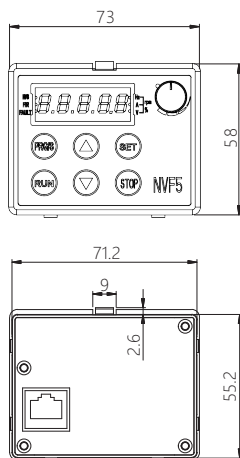
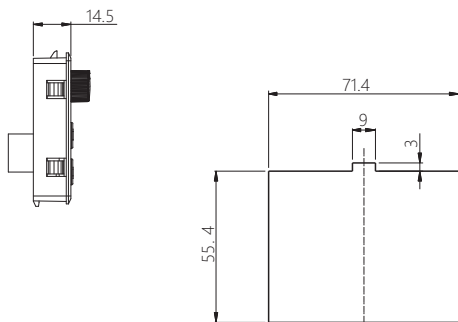

图6-3 显示面板尺寸图
图6-4 柜门开孔尺寸图
a) 第一种情况，直接安装显示面板尺寸如图6-3和图6-4所示：